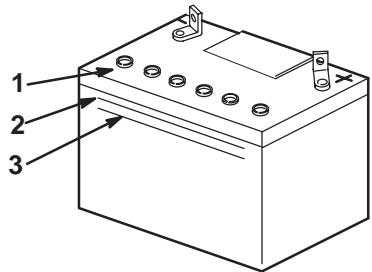

Bild 63
2. Sehen Sie sich die Seite der Batterie an. Der Füllstand muss bis zur **oberen** Linie reichen (Bild 63). Die Säure darf nicht unter die **untere** Linie fallen (Bild 63).
- Nehmen Sie die Entlüftungsdeckel von der Batterie ab (Bild 63).
- Gießen Sie langsam destilliertes Wasser in jede Batteriezelle, bis der Säurestand die **obere** Linie (Bild 63) am Batteriegehäuse erreicht.
- Warten Sie nach dem Füllen der Batteriezellen fünf bis zehn Minuten. Gießen Sie bei Bedarf destilliertes Wasser in jede Batteriezelle, bis der Säurestand die **obere** Linie (Bild 63) am Batteriegehäuse erreicht.